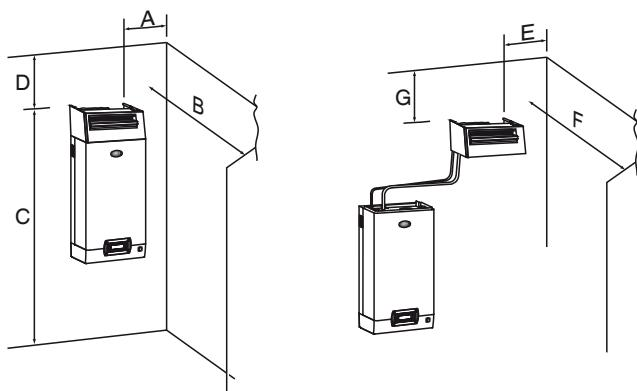

Рис. 3.c
2. Г-образное крепление (см. поз. 1, Рис. 3.с) входит в комплект поставки парораспределительных трубок моделей DP085* – DP025*. Более короткие крепления заказываются отдельно (арт. 18C478A088).
Парораспределители для установки в помещениях. Комплектуются вентилятором, способствующим поглощению пара воздухом. Вентиляторные парораспределители VSDU0A* подходят для увлажнителей производительностью до 18 кг/ч (39.7 фунт/ч), т. е. моделей UR002... UR013. Такой вентиляторный парораспределитель может устанавливаться как прямо сверху увлажнителя, так и крепится отдельно от него на некотором расстоянии при помощи крепления VSDBAS0001 (см. Рис. 3.c). Вентиляторный парораспределитель подсоединенается к контактам питания увлажнителя в секции электрических соединений (24 В переменного тока, контакты X1, X2).